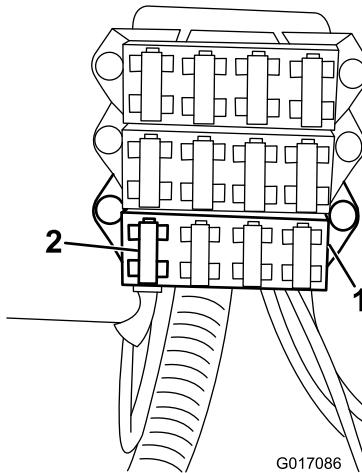

Bild 8
10. Wenn der Sicherungsblock keine unbelegten Stromterminals hat, installieren Sie den zusätzlichen Sicherungsblock (92-2641) und die 10-Ampere-Sicherung (Bild 8).